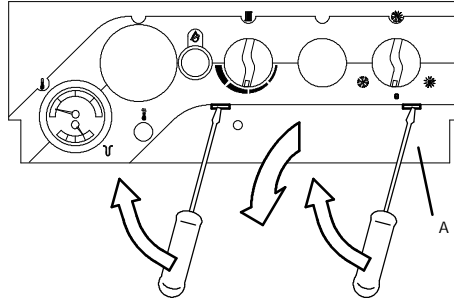

fig. 6.2
- 7 Introdurre un piccolo cacciavite a lama nelle due fessure indicate in fig. 6.2. Far leva **delicatamente** con il cacciavite verso